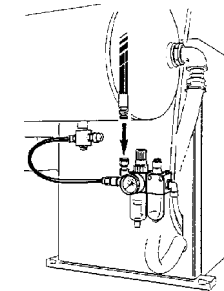

fig.36
- Collegare il tubo dell'aria di linea sul raccordo del gruppo filtro (ved. fig.36).
- Connect the air line hose to the connector on the filter unit (see fig.36).
- Accoupler le tuyau de l'air de ligne sur le raccord du groupe filtre (voir fig. 36).
- Den Schlauch für die Leitungsluft mit dem Anschluß der Filtergruppe verbinden (siehe Abb. 36).
- Conecte el tubo del aire de línea con la unión de la unidad filtro (vea fig. 36).